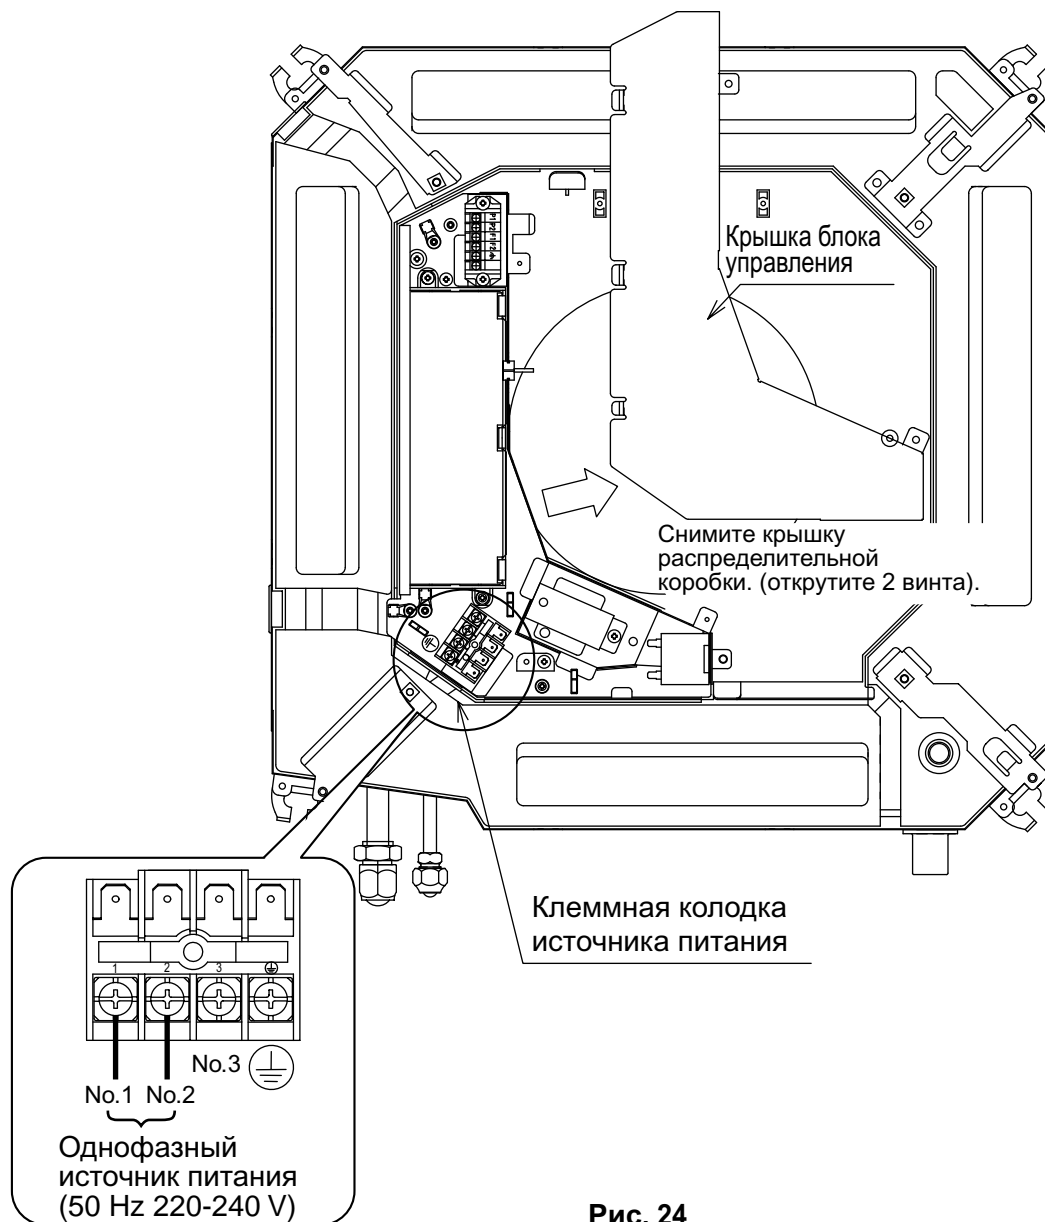

Рис. 24
- После подтверждения дренажа (**рис. 23, рис. 24**) отключите питание и удалите источник питания.